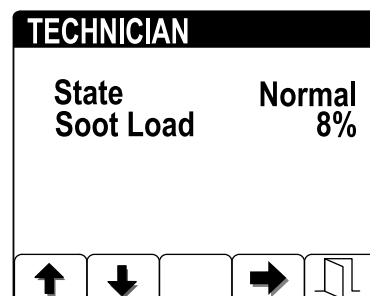

図 9
- すすの蓄積レベル DPF ので表示される 図 9を確認するすす蓄積表を参照